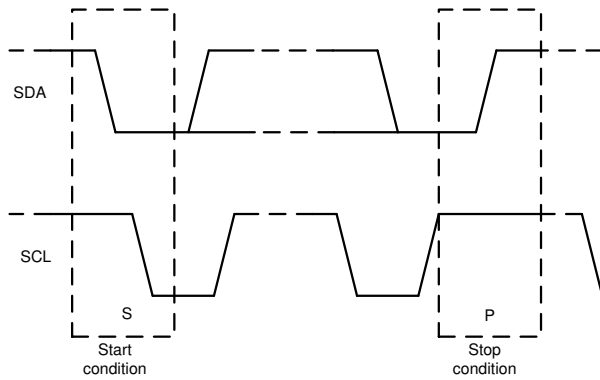

图 7-16. 启动和停止条件
1. 控制器通过产生启动条件来启动数据传输。启动条件是当 SCL 为高电平时在 SDA 线上发生从高到低的转换，如图 7-16 所示。所有与 I²C 兼容的器件都会识别启动条件。
4. 为了用信号指示数据传输结束，控制器通过在 SCL 线处于高电平期间将 SDA 线从高电平拉低来产生停止条件，如图 7-16 所示。此操作将释放总线并停止与寻址的目标器件之间的通信链路。所有与 I²C 兼容的器件都会识别停止条件。在收到停止条件后，将释放总线，然后所有目标器件等待启动条件，接着是匹配的地址。